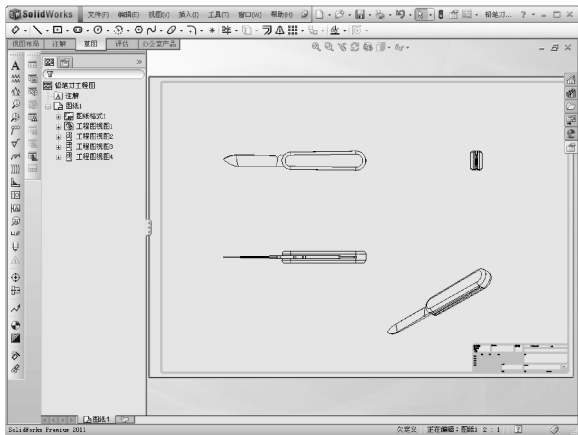

图 10-55 完成放置零件视图
(4) 单击【投影视图】属性管理器中的  【确定】按钮，完成视图的放置，如图 10-55 所示。